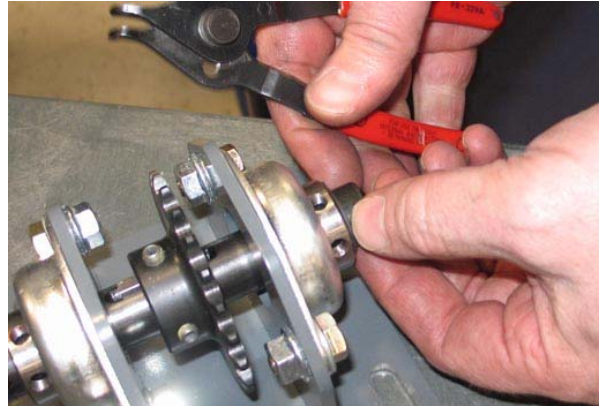

FIG. 42
4. Posez le circlip (4) sur l'extrémité de l'arbre de direction (1). (Figure 42)